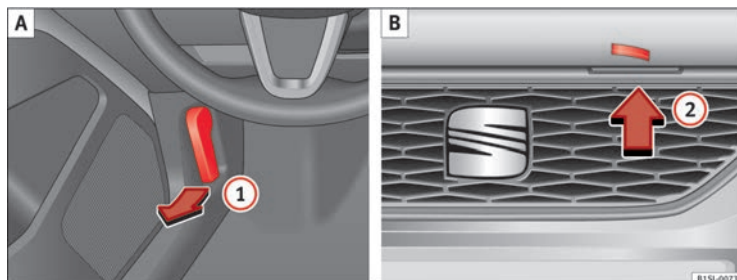

Fig. 104 A: Alavanca de destrancagem na zona dos pés, no lado do condutor; B: Alavanca de destrancagem do capot do motor.
- Antes de abrir o capot, assegure-se de que os braços do limpa pára-brisas repousam sobre o pára-brisas ⇒ ①.
- Puxe a alavanca de destrancagem ① no sentido da seta ⇒ Fig. 104 A. Por reacção de tensão da mola, o capot do motor é impulsionado do elemento de trancagem da peça porta-fechadura ⇒ ②.
- Levante ligeiramente o capot do motor e pressione ao mesmo tempo a alavanca da destrancagem ② B na direcção da seta para abrir o capot do motor por completo.
- Retire a vareta de sujeição do capot do suporte na direcção da seta ③ C e coloque-a na abertura prevista para o encaixe ④ D (seta).